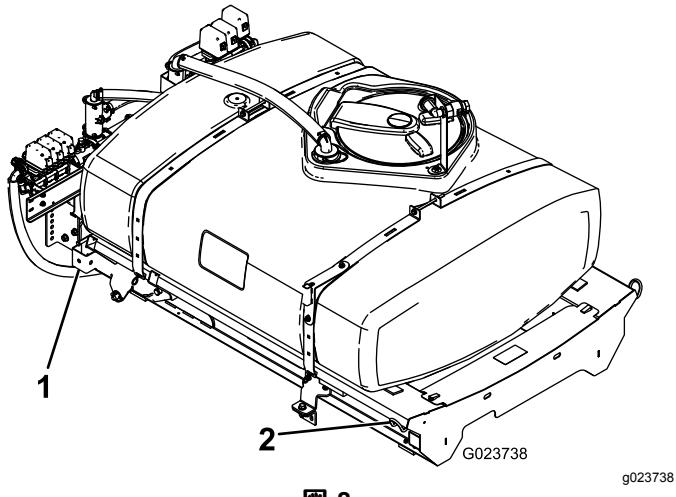

図8
- クレーンやホイストを使って、タンク台アセンブリ図8を吊り上げ、ポンプバルブ・アセンブリを車体の後方に向けて、ワークマンのフレーム上部に移動する。